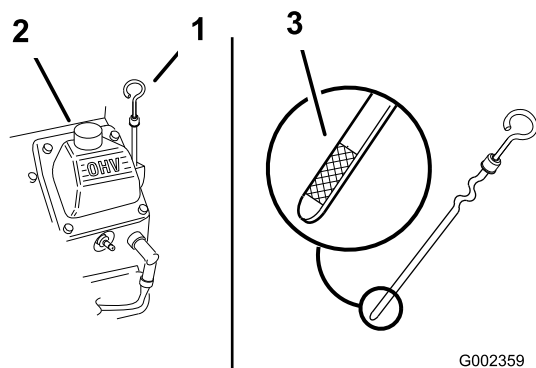

Figura 16
2. Limpe a zona em redor da vareta de óleo (Figura 16), para evitar que entre sujidade no orifício de enchimento e possíveis danos no motor.
3. Retire a vareta, limpe-a e volte a colocá-la até ser completamente introduzida (Figura 16).
O nível do óleo deve estar acima da marca Full (Cheio) na extremidade metálica da vareta (Figura 16).
5. Se o nível de óleo se encontrar abaixo da marca Full (Cheio) da vareta, retire a tampa do tubo de enchimento (Figura 16) e adicione óleo até que o nível atinja a marca Full. **Não encha demasiado.**